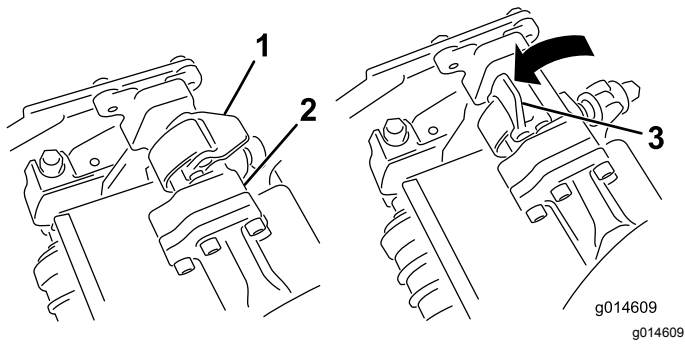
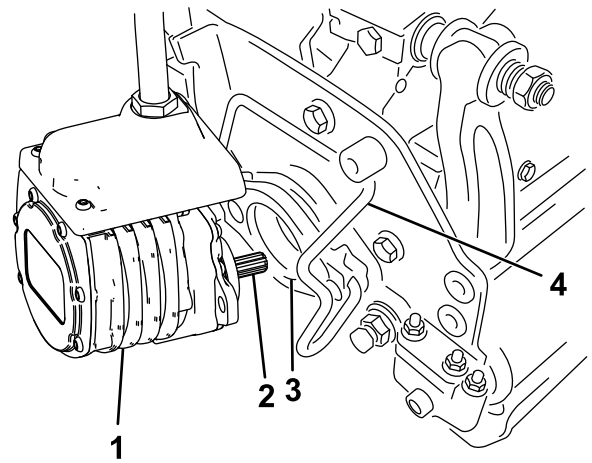

图53
图54
4. 当悬挂臂杆上的门锁指向上方即打开时 图 53 向下压悬挂臂使悬挂臂杆与滚刀组上方的支架相契合 图 54。
5. 向下并绕着滚刀组横杆关闭门锁将它们锁定到位图 53。
5. 打开您正在拆下的滚刀组悬挂臂上的门锁图53。